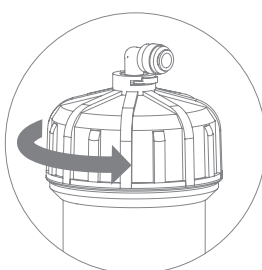

Рис. 15
4. Открутите крышку корпуса мембраны (рис. 15), используя ключ 1) из комплекта поставки, извлеките отработанную мембрану (рис. 16).